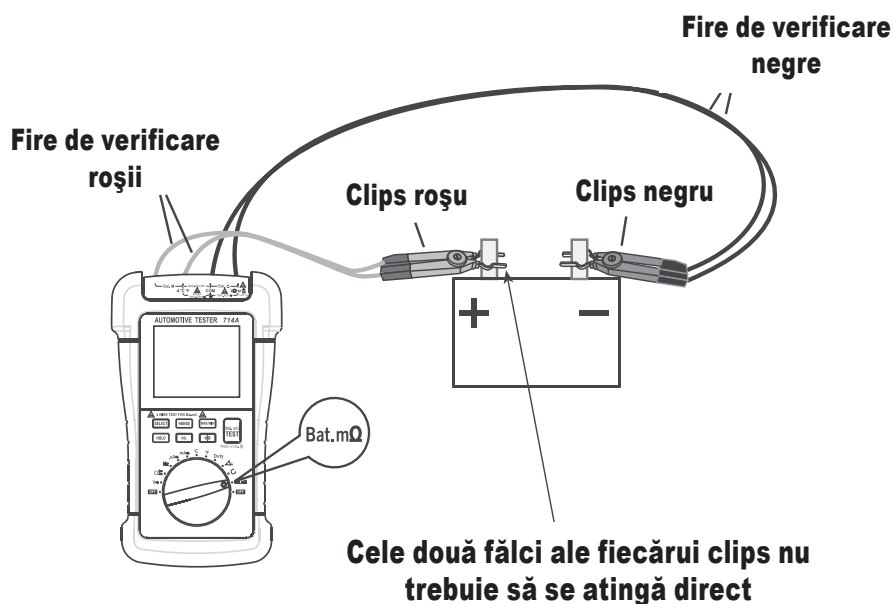

Figura 8
2. A se vedea Figura 8. Introduceți mufele celor două fire de verificare roșii în cele două borne „Bat. ”, iar mufele celor două fire de verificare negre în cele două borne „Bat. ”.
- Prindeți clipsul roșu de borna pozitivă a bateriei, iar clipsul negru de borna negativă a bateriei (Figura 8).
Pentru a măsura precis, cele două fâlcii ale fiecărui clips nu trebuie să se atingă direct (Figura 8).